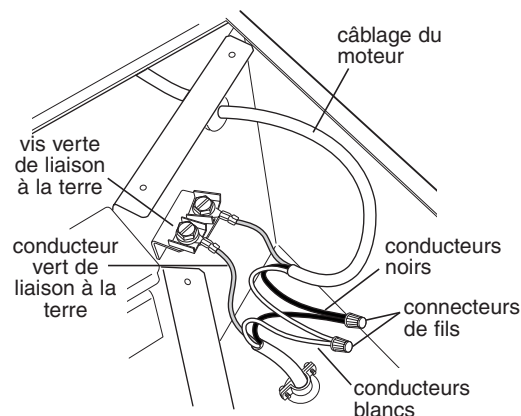

FIGURE 3
3. Réaliser les raccordements du câblage. (Voir le schéma de câblage à la FIGURE 3.)